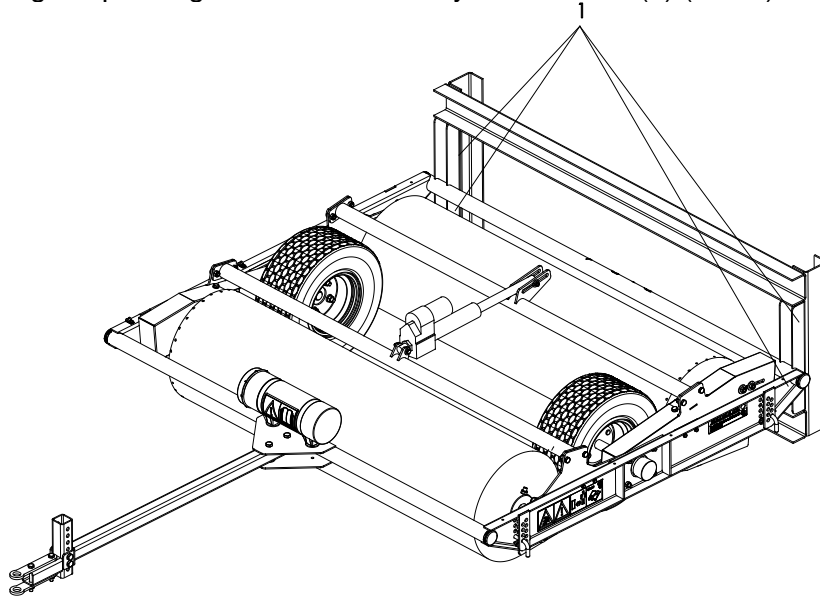

Bild 7
6. Avlägsna pallen genom att lossa de fyra skruvarna (1) (Bild 7) och ta bort pallen.